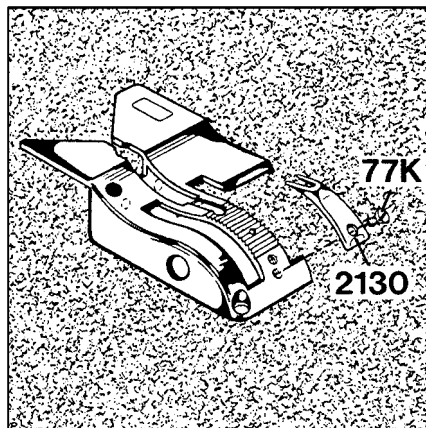

Fig.1
**NOTE:** In case the bag fabric is extremely thin, it is recommended to use needle size 125/049 or 170/067 in combination with throat plate needle hole section No. 2130\* and screw part No. 77K\*, (see Fig. 1). Recommended sewing thread size for these needle sizes is Ne 34/4.
**BEACHTEN SIE:** Bei besonders dünnen Sackstoffen wird empfohlen, die Nadeldicke 125/049 oder 170/067 zusammen mit der Stichlochaufgabe Teil Nr. 2130\* und Schraube Teil Nr. 77K\* zu verwenden (siehe Fig. 1). Die empfohlene Nähgarstärke für diese Nadeldicken ist Ne 34/4.